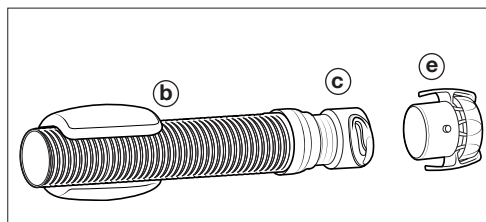

Figure 6. Raccorder le collier de serrage du tuyau
1. Veiller à ce que le collier de serrage (e) du tuyau soit connecté au tuyau principal (b). Le tuyau principal (b) est la section du boyau avec le flotteur en mousse préattaché (Figure 6).